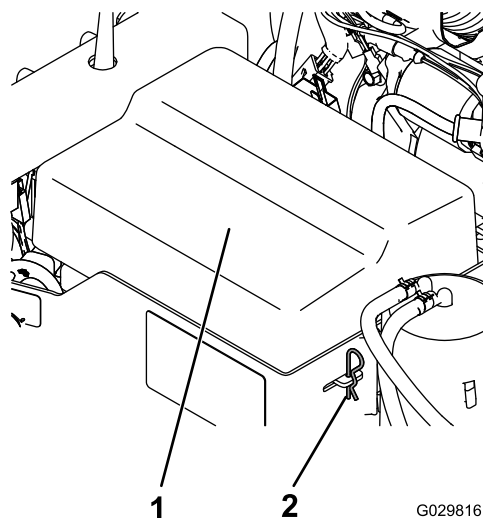

Figura 4
1. Retire los clips que sujetan la tapa de la batería a la caja de la batería (Figura 4).